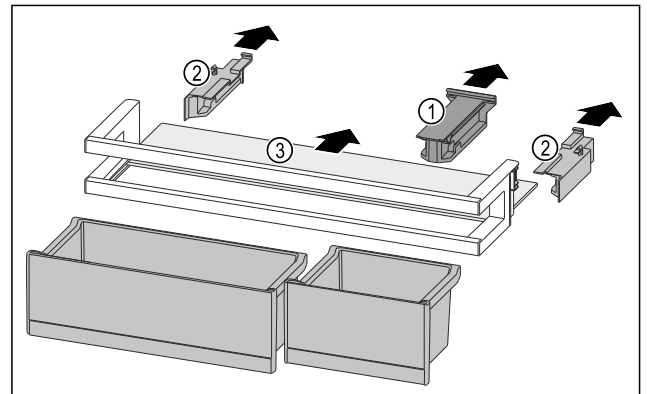

Fig. 97
- ▶ Haltebauteil Fig. 97 (1) abziehen.
- ▶ Seitenteile Fig. 97 (2) abziehen.
- ▶ Abstellfläche Fig. 97 (3) entnehmen.